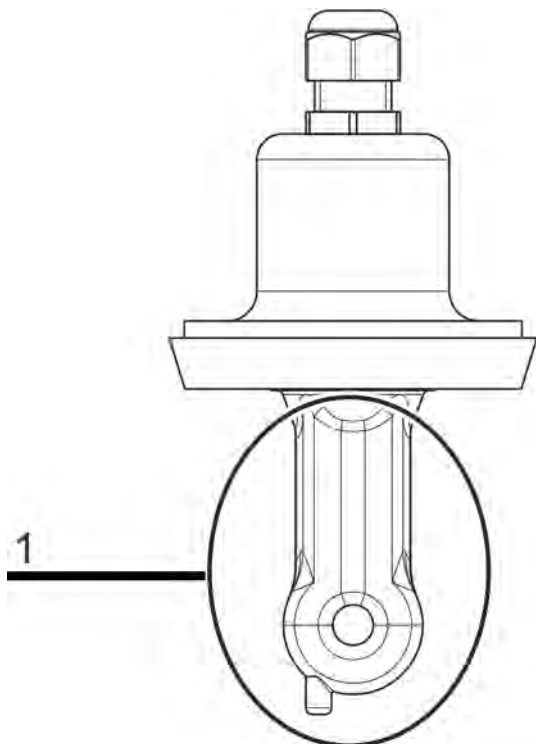

Fig. 74 : Corps d'un capteur Ci (pos. 1)
3. ➤ Placez le capteur de telle sorte que le corps du capteur pende dans le vide. (Voir Fig. 74 .)